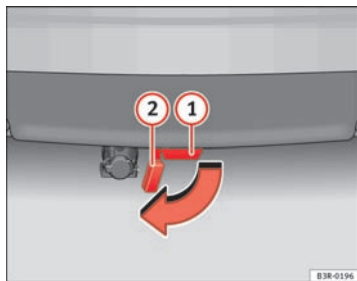

Fig. 163 Pare-chocs arrière : ouverture du bouchon obturateur
- Ouvrez le bouchon obturateur ② ⇒ fig. 163 du tube de fixation ① situé sous le pare-chocs jusqu'en butée. Le bouchon obturateur s'enclenche automatiquement en position de butée.